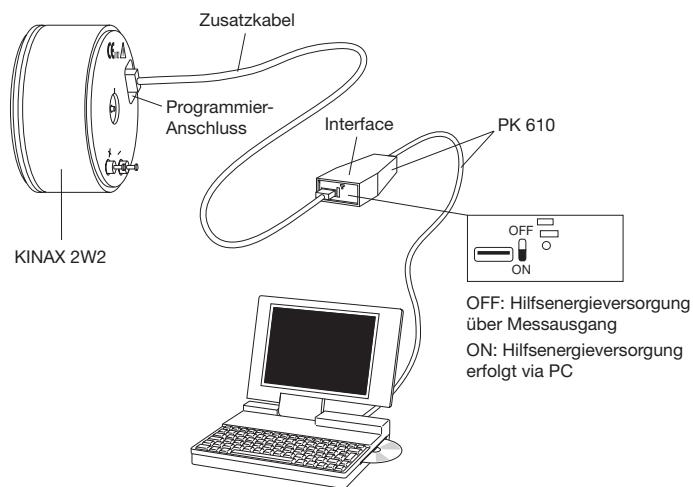

Bild 4
Winkel-Messumformer der Reihe KINAX 2W2 benötigen keine mechanische Nullpunktmarkierung (wird auf Kundenwunsch jedoch angebracht). Er kann nach dem Einbau auf eine beliebige Position eingestellt und dort mit Hilfe der Software 2W2 fixiert werden. Zum Gebrauch der Konfigurations-Software 2W2 ist kein Anschluss der Hilfsenergie am KINAX 2W2 erforderlich (Bild 4; Schalter AUX an PK 610 auf ON).
- Winkel-Messumformer montieren und mit Messobjekt mechanisch verbinden. KINAX2W2 nach Bild 4 mit der Programmierungseinrichtung verbinden. Konfigurations-Software 2W2 starten. Gerät – wenn nötig – mit den gewünschten Messbereichsdaten konfigurieren.
1. Messumformer in Betrieb nehmen und gemäss Bild 4 an Programmiereinrichtung anschliessen (Schalter AUX am PK 610 auf OFF).